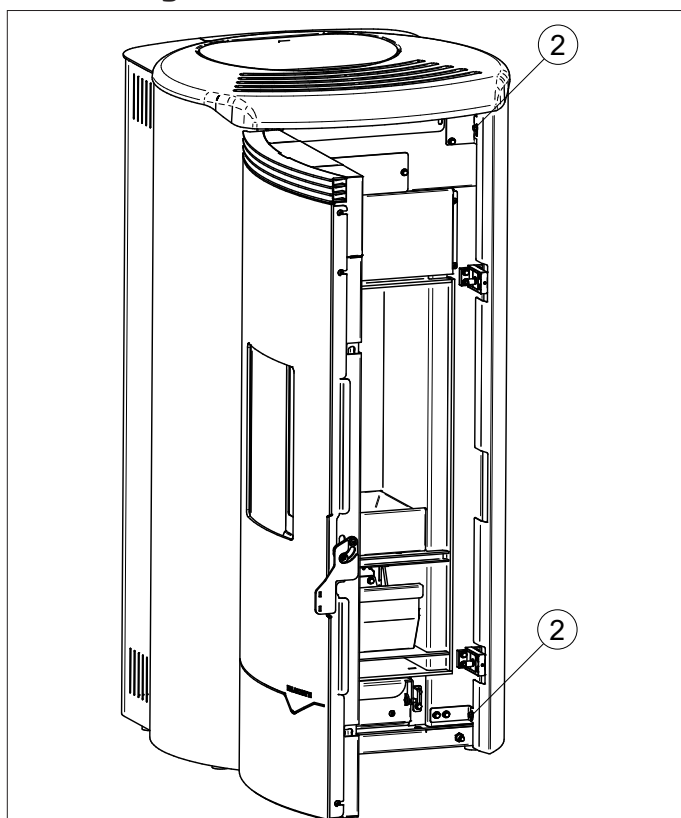

Fig. 6.3b
- Desatornillar los dos tornillos delanteros (2), aflojar los cuatro tornillos traseros de fijación de lado derecho (3) y removerlo (Fig. 6.3b - 6.3c).